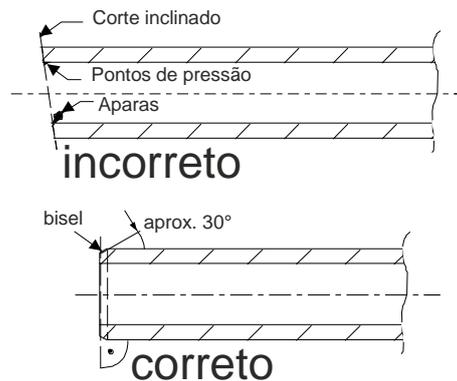

Fig. 34 Corte dos tubos
- Os tubos têm de ser cortados com um cortador de tubos para o comprimento necessário. Aqui é necessário assegurar que se faz um corte perpendicular ao eixo do tubo. Eventuais «aparas» existentes têm de ser removidas, Fig. 34.
- As extremidades de cada segmento de tubo têm de ser chanfradas ligeiramente inclinadas (bisel) com ferramentas adequadas, p. ex., chanfradora de tubos, Fig. 34.